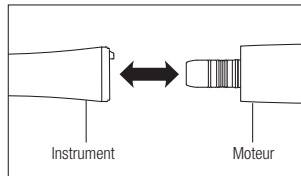

Fig. 1
- 1) Insérez l'instrument directement au moteur (Fig. 1). Lors de la connexion d'un instrument optique, vissez l'instrument jusqu'à ce qu'un déclic retentisse indiquant que la pièce est verrouillée en position.